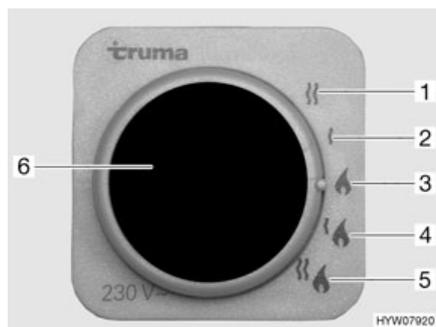

Fig. 197 Selector de energía para la calefacción/caldera
La caldera está integrada en la calefacción y funciona con gas (funcionamiento a gas) o con gas y/o energía eléctrica (funcionamiento a gas y con electricidad a 230 V). La caldera se conecta en la unidad de mando (Fig. 195) con el interruptor giratorio (Fig. 195,2). En el selector de energía (Fig. 197) se preselecciona el tipo de energía (funcionamiento a gas y con electricidad a 230 V).
- Funcionamiento a gas (Fig. 197,3)
- Funcionamiento con electricidad a 230 V con los niveles de potencia de 900 W (Fig. 197,2) ó 1800 W (Fig. 197,1)
- Funcionamiento a gas y funcionamiento con electricidad a 230 V (funcionamiento mixto) con los niveles de potencia de 900 W (Fig. 197,4) ó 1800 W (Fig. 197,5)
Si se ha seleccionado el funcionamiento con electricidad a 230 V, se enciende la luz de control amarilla (Fig. 197,6).